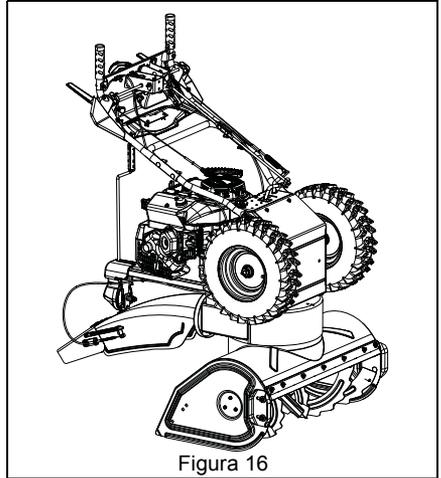

Figura 16
Ver Figura 16.
1. Ponga la unidad en posición de servicio. Ver Figura 16.